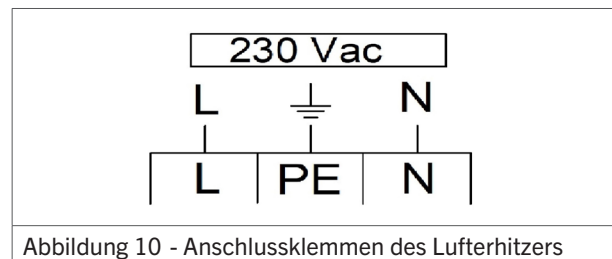

Abbildung 10 - Anschlussklemmen des Luftherzlers
- Schließen Sie das Netzkabel an die Anschlussklemmen im Klemmenkasten an (Abbildung 10).